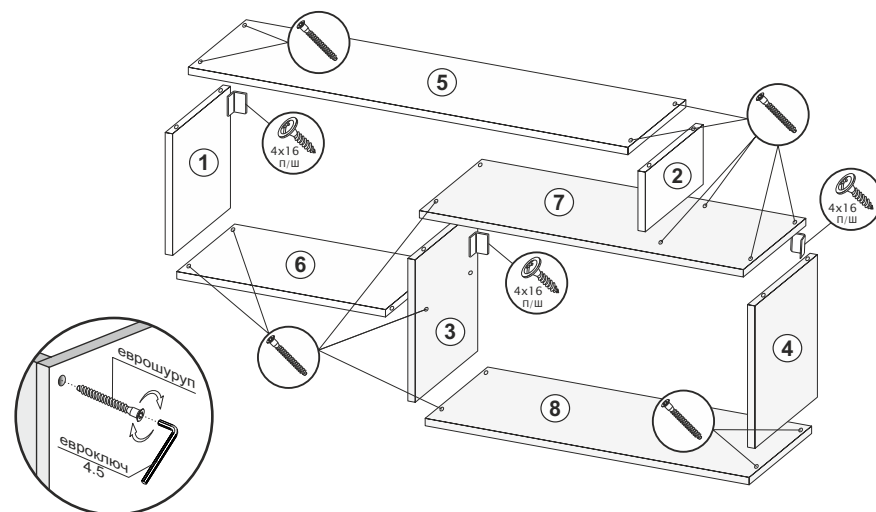

Рис.1
1. Еврошурупами соединить боковины (1,2,3,4) со стяжками (5,6,7,8) (рис.1).